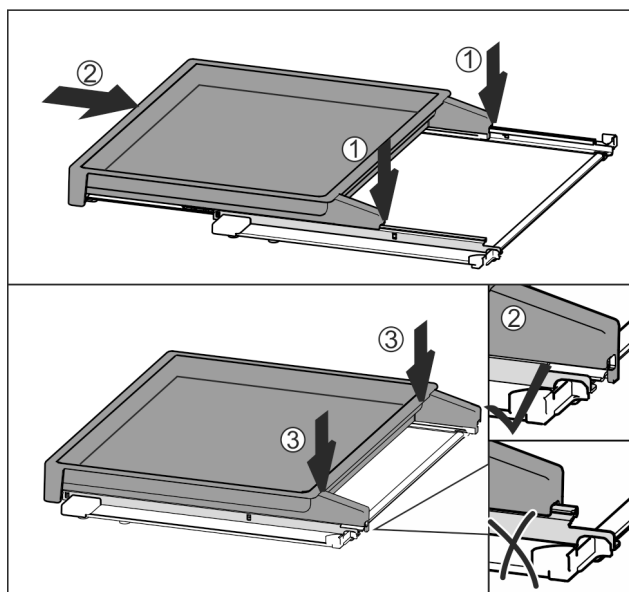

Fig. 109
- Nasadte uprostřed na kolejničky Fig. 109 (1).
- Vysouvací přihrádku zcela zasuňte Fig. 109 (2).
- Zatlačte pak na zadní straně, až slyšitelně zacvakne Fig. 109 (3).